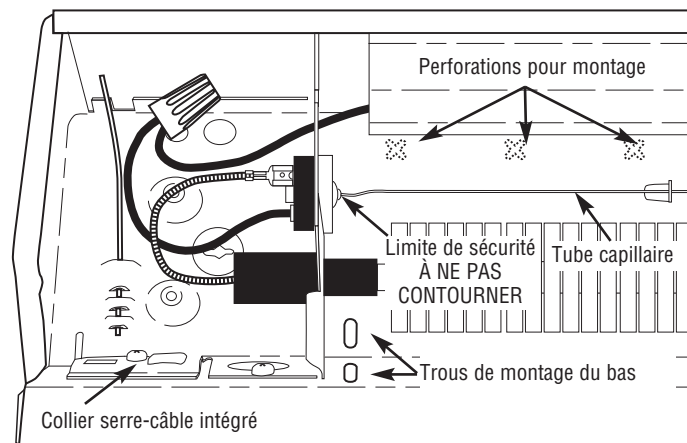

Figure 4 : Vue du compartiment de câblage du côté gauche
10. Au montage du radiateur, si les trous de montage inférieurs ne sont pas utilisés (Voir la Figure 4), assurez-vous que des vis n'endommagent pas le câblage d'alimentation dans la zone derrière le radiateur.
11. N'enlevez pas et ne contournez pas le contrôle de limite de sécurité car cela pourrait faire du radiateur un risque de départ d'incendie – consultez la figure 4.
5. Desserrez la vis du collier serre-câble (Figure 4) ou ouvrez le trou à enfoncer voulu du compartiment de câblage du radiateur. Installez le câble d'alimentation électrique dans le compartiment de câblage en laissant au moins 6 pouces (153 mm) de câble pour le raccordement au radiateur. Pour installer deux câbles d'alimentation en utilisant le collier serre-câble intégré, courbez vers le haut la patte couvrant le deuxième trou et ramenez-la vers la cloison arrière du compartiment de câblage. Si un serre-câble intégré n'est pas utilisé, installez une retenue de câble approuvée (non incluse) dans le trou à enfoncer choisi.
REMARQUE: Des perforations marquées d'une croix pour le montage sont fournies à l'arrière du carter de radiateur au-dessus de l'élément de chauffe aux emplacements pour vis de montage (Voir la Figure 4).
6. Positionnez le radiateur à l'emplacement voulu et fixez-le au mur avec des vis à bois ou de la visserie appropriée. Localisez les poteaux muraux et si possible fixez les vis dedans. Pour des radiateurs jusqu'à 6 pieds (1,8 m) de long, une vis à chaque extrémité est adéquate. Pour des unités plus longues, une vis additionnelle au centre est nécessaire. Serrez ces vis, puis desserrez-les d'un quart de tour pour permettre au radiateur de se dilater et de se contracter pendant son utilisation. Si l'unité est montée au-dessus du sol, deux trous de montage additionnels sont fournis à chaque extrémité sous l'élément de chauffe (Voir la Figure 4). Installez une vis supplémentaire à chaque extrémité pour la stabilité, en vous assurant de les dévisser chacune d'au moins un quart de tour.
5. Un contrôle de limite de sécurité est fourni pour couper automatiquement le radiateur s'il est obstrué ou chauffe trop pour toute raison, du fait de conditions anormales (Voir les Figures 4 et 5). NE contournez PAS ou ne désactivez pas ce dispositif de sécurité (Voyez l'avertissement 11 en page 2). Durant un fonctionnement normal ce dispositif de contrôle ne doit pas s'activer. Si vous constatez que ce dispositif de contrôle s'active, assurez-vous que le radiateur n'est pas obstrué. Si le radiateur continue d'être coupé en chauffant, débranchez son alimentation et faites-le vérifier et réparer par un électricien qualifié.